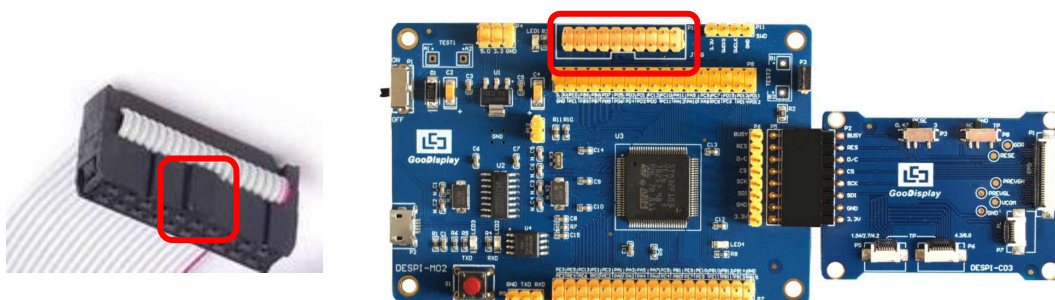

图 8 仿真器排线接口凸起及JTAG接口缺口
- 1) 将仿真器连接到主板 JTAG 接口上（注意将图 8 仿真器排线接口的凸起部分对准 JTAG 接口的缺口方向），另一端连接计算机 USB 口。